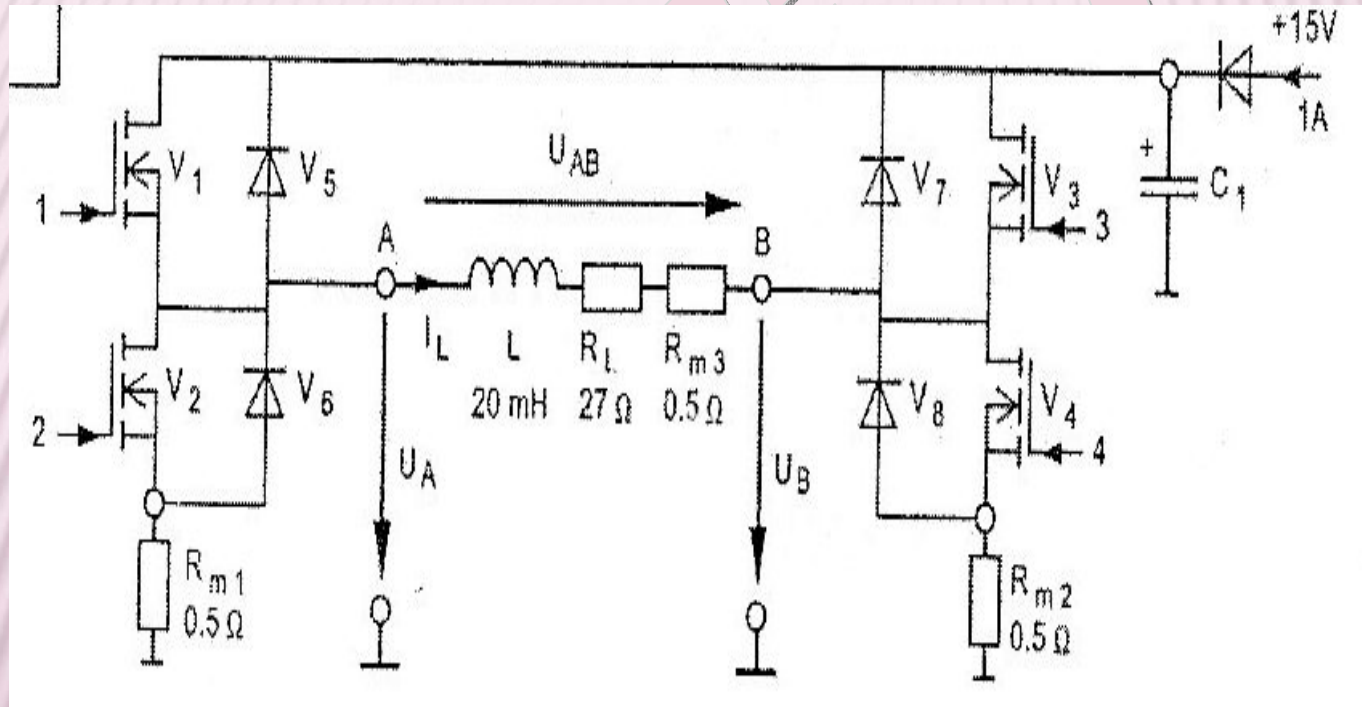

Fig.5 Circuit de puissance d'onduleur
- ✗ Réaliser le circuit illustré en fig .5, les signaux  $U_1$  jusque  $U_4$  sont déjà connectés aux MOSFET à l'intérieur de l'appareil.